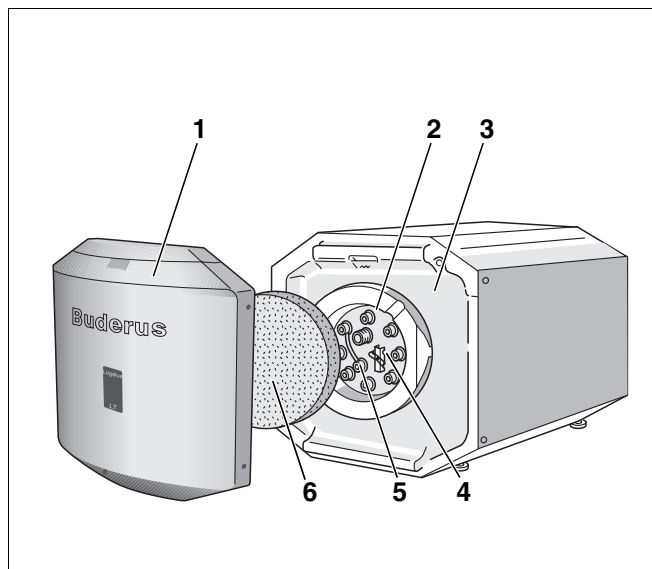

Рис. 1 Бак-водонагреватель Logalux LT135/1 – 300/1
Антикоррозионная защита состоит из гигиеничной термглазури DUOCLEAN MKT, разработанной фирмой Будерус, и дополнительной катодной защиты в виде магниевого анода (рис. 1, **поз. 5**), доступ к которому осуществляется через крышку смотрового люка (рис. 1, **поз. 2**).
- Крышка смотрового люка (рис. 1, **поз. 2**) для проведения техобслуживания и чистки.
- Теплоизоляция (рис. 1, **поз. 3**)
Теплоизоляция из не содержащего вредных веществ полиуретанового пенопласта нанесена непосредственно на бак. Теплоизоляционный элемент (рис. 1, **поз. 6**) из пеноматериала уменьшает теплопотери через крышку смотрового люка.
- Температурный датчик (рис. 1, **поз. 4**)